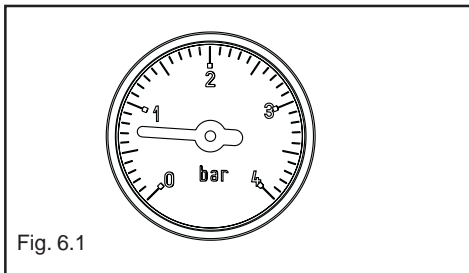
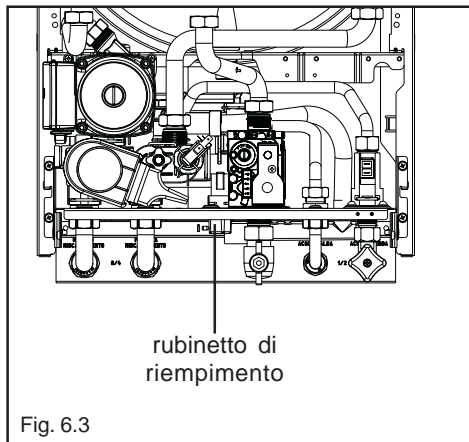

Fig. 6.1
Fig. 6.3
- aprire il rubinetto di riempimento (fig. 6.3) fino a che la lancetta dell' idrometro ritorni nel "campo di pressione corretto" (fig. 6.1).